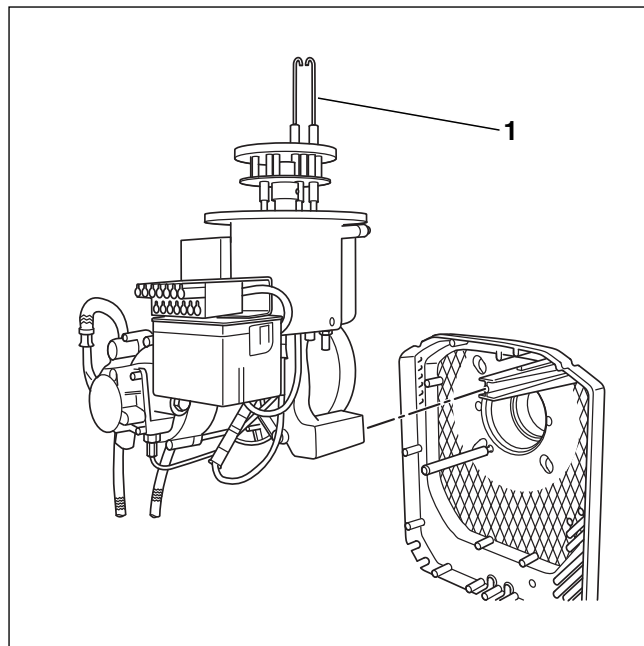

Bild 45 Brenner in Serviceposition aufstecken
- Brenner in Serviceposition (→ Bild 45) aufstecken.
Die Zündelektroden (→ Bild 45, [1]) müssen frei von Ablagerungen sein.
- Zündelektrode (→ Bild 45, [1]) ausbauen.